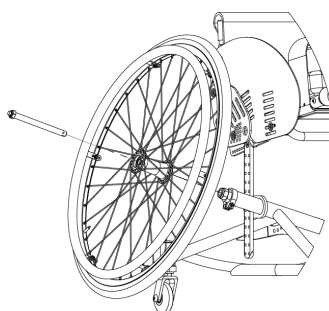

FIG. 10
- Verificar se o botão "X", uma vez montada a roda (fig. 10) está completamente libertado.